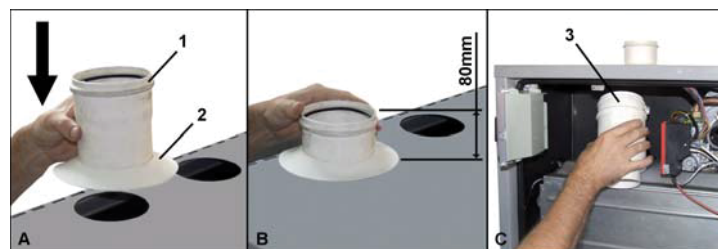

рис. 33
- Соблюдайте размер, указанный в рамке "B" на рис. 33. Данный размер следует увеличить на 5 мм для каждого добавленного модуля.